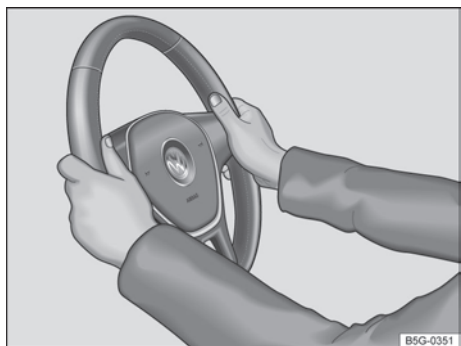

Fig. 72 No volante: posição 9 e 3 horas.
- Ajustar a posição do volante de forma que possa segurá-lo lateralmente pela borda externa na posição de 9h e 3h → Fig. 72 com ambas as mãos e os braços ligeiramente dobrados.
- Pressionar a alavanca ① sempre com firmeza para cima após o ajuste, para que o volante não mude sua posição durante a condução.
- Durante a condução, sempre segurar o volante com ambas as mãos lateralmente na borda externa na posição de 9h e 3h → Fig. 72, para reduzir ferimentos causados por um acionamento do airbag frontal do condutor.